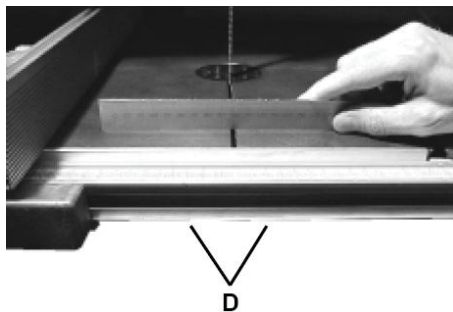

Рис. 12
- Держите стальной уровень на столе поперёк канавки вблизи переднего края стола (см. Рис. 12).
- Если уровень показывает, что есть неровность поперёк стола, необходимо отрегулировать стол с помощью двух винтов и стопорных гаек (поставляются со станком), расположенные в нижней части направляющей, (D) (Рис. 12).